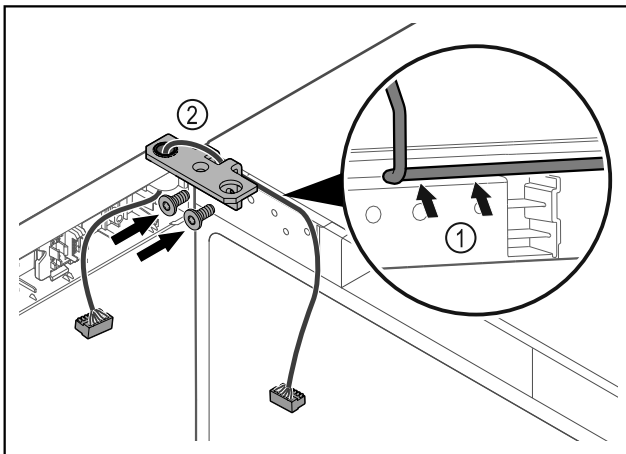

Fig. 32
- Faire passer le câble avec précaution par le trou de l'équerre de charnière Fig. 32 (1).
- Visser l'équerre de charnière Fig. 32 (2).